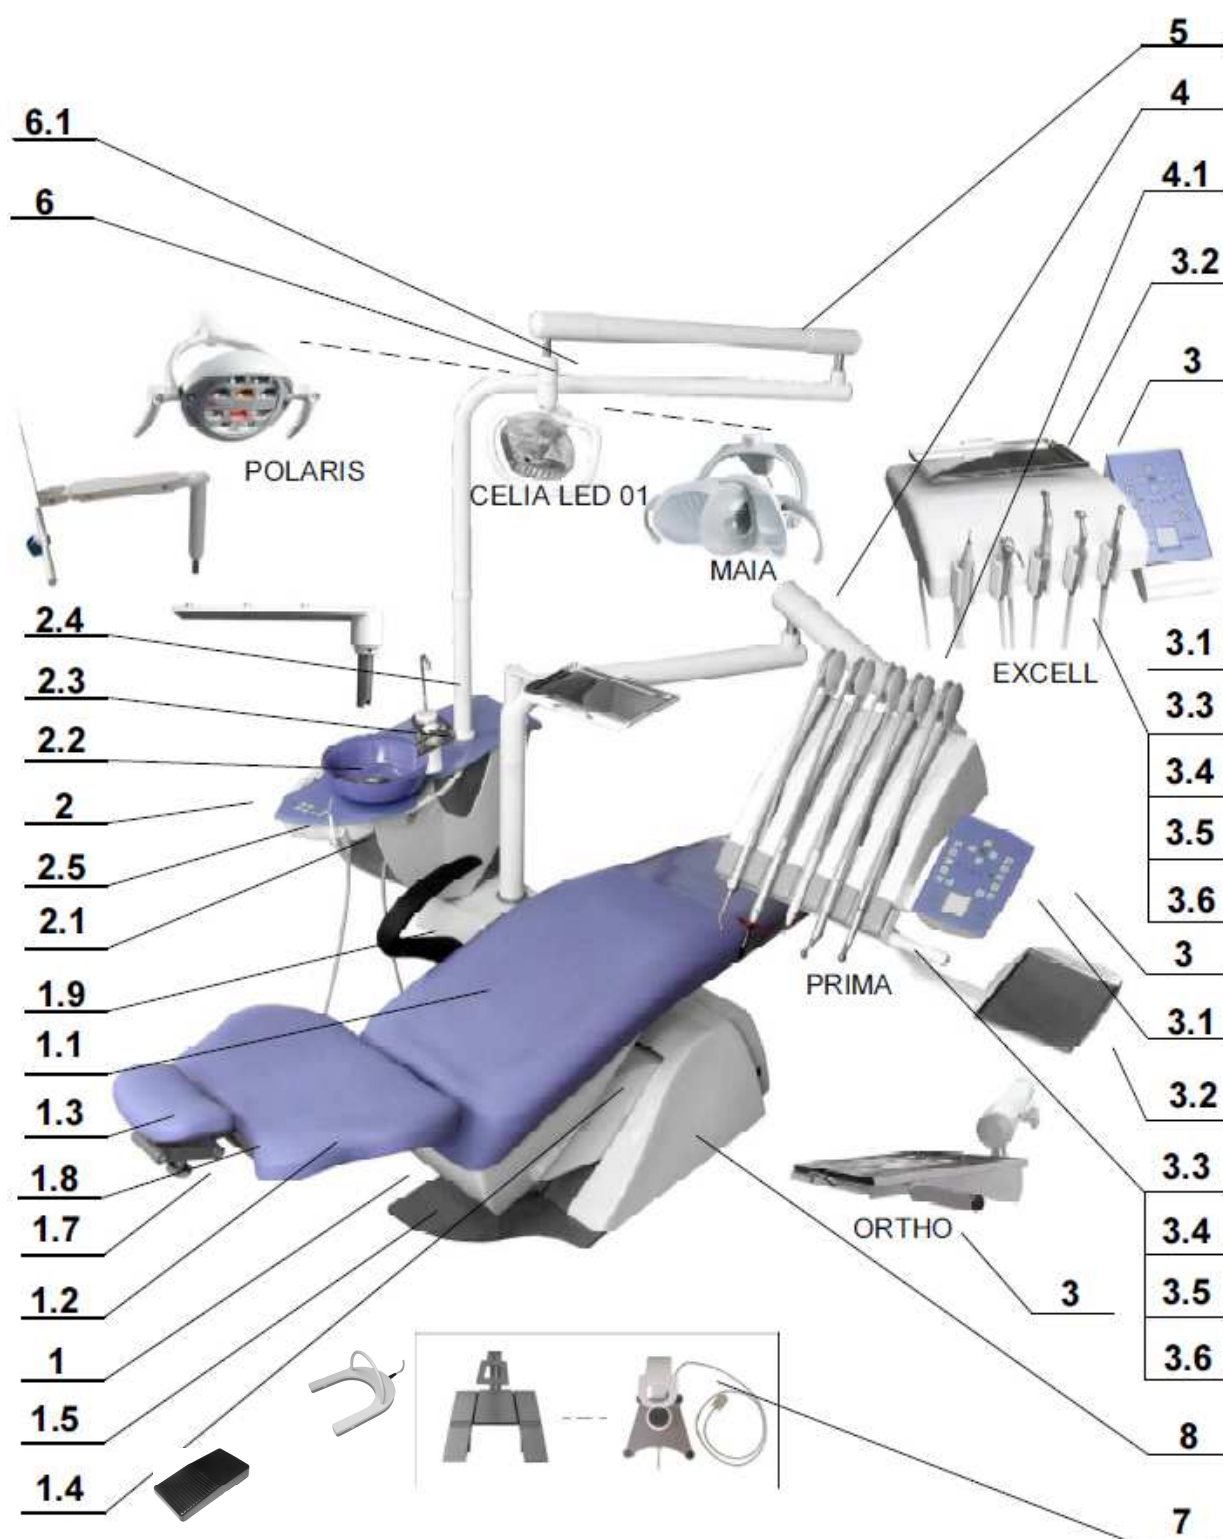

Рис. 1 Описание
3. Описание и функции изделия - Рис.1